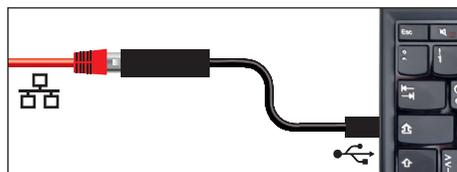

Fig. 6 Convertitore Ethernet USB
- ▶ Convertitore Ethernet USB (Fig. 6). In questo modo è possibile collegare il cavo di rete dell'apparecchio (v. pag. 12) alla porta USB di un PC/portatile.